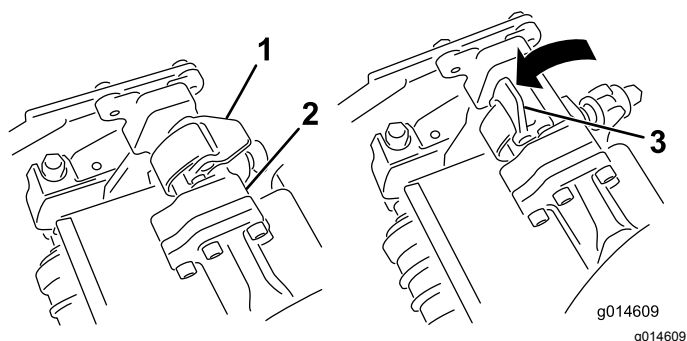
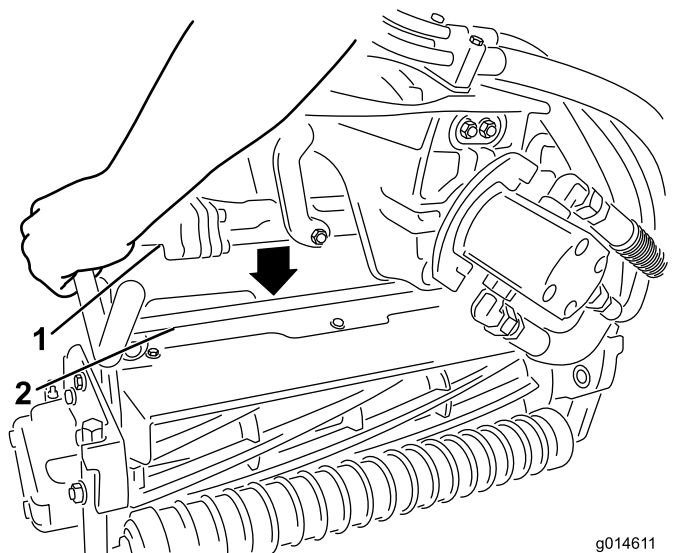

Figura 42
Figura 43
3. Con i fermi del braccio di sospensione rivolti verso l'alto (cioè aperti) (**Figura 42**), premete il braccio di sospensione verso il basso in modo che la barra si inserisca nella barra della parte superiore dell'apparato di taglio (**Figura 43**).
4. Chiudete i fermi spostandoli verso il basso e attorno alla barra dell'apparato di taglio, quindi bloccateli in posizione (Figura 42).
4. Aprite i fermi sulla barra del braccio di sospensione dell'apparato di taglio che state rimuovendo (Figura 42).